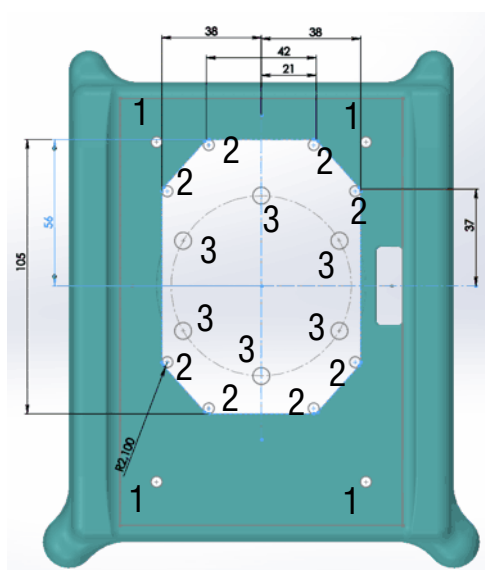

Рис. 3.1.
Геометрические размеры устанавливаемого механизма загрузки отличаются от размеров текущего механизма. Чтобы установить новый механизм, необходимо подготовить корпус, удалив часть верхней панели корпуса. Изображение выреза в верхней панели корпуса приведено на рис. 3.1.
5. Приложите механизм к верхней панели корпуса таким образом, чтобы совпали просверленные отверстия для его прикрепления к верхней пластине, и очертите габаритный контур механизма. На рис. 3.1 контур ограничивается отверстиями 2.